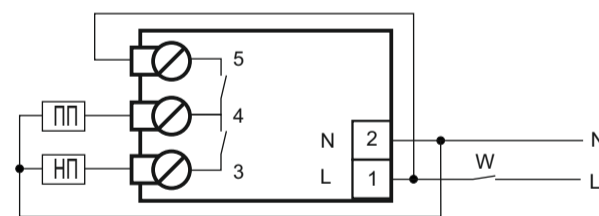

Рис.2. Схема подключения нагрузок к устройству RN 1F-25
8.2. Подключите нагрузки к изделию согласно рис. 2. Для этого используйте одножильный или многожильный провод с двойной или усиленной изоляцией сечением, соответствующей мощности нагрузок. Заземленная нейтраль **N** подключается на контакт 2 изделия и нагрузкам. Фазное напряжение **L** может подаваться через выключатель **W** или напрямую и подключается к контактам 1 и 5 изделия. Кроме того, нагрузка приоритетного потребителя (ПП) подключается к контакту 4 изделия, а нагрузка неприоритетного потребителя (НП) - к контакту 3 изделия.